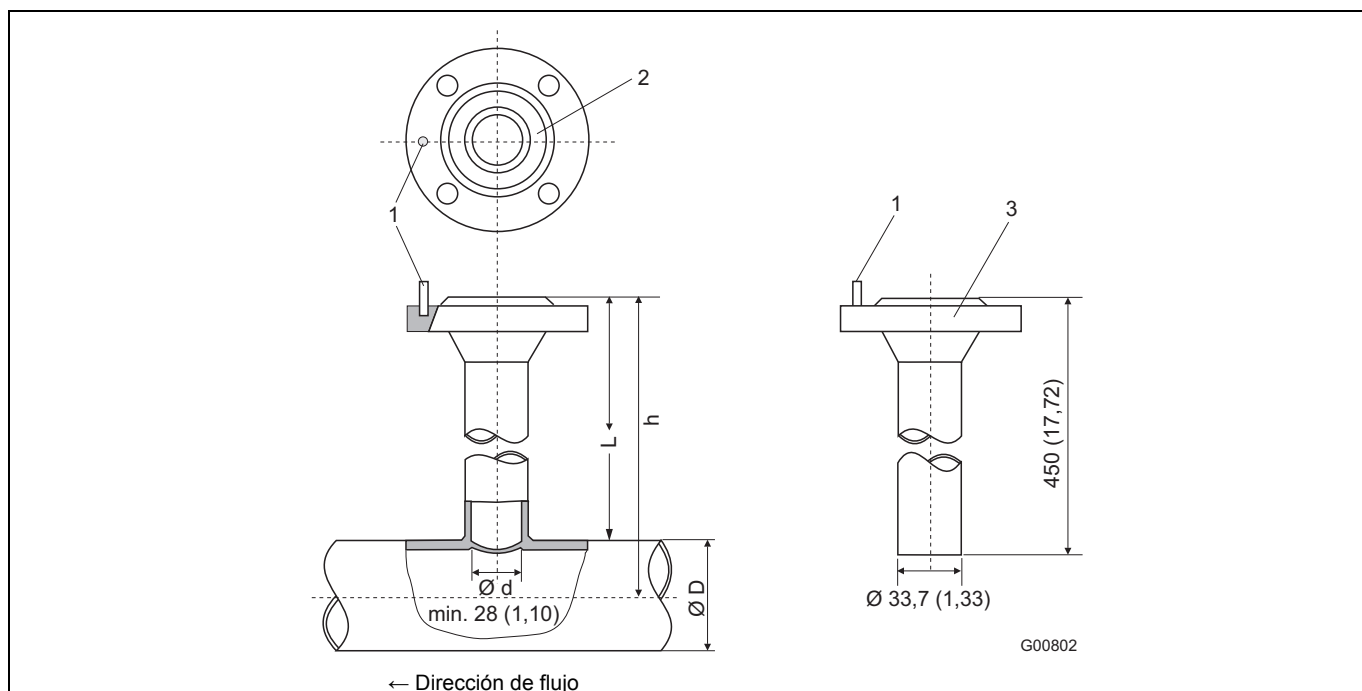
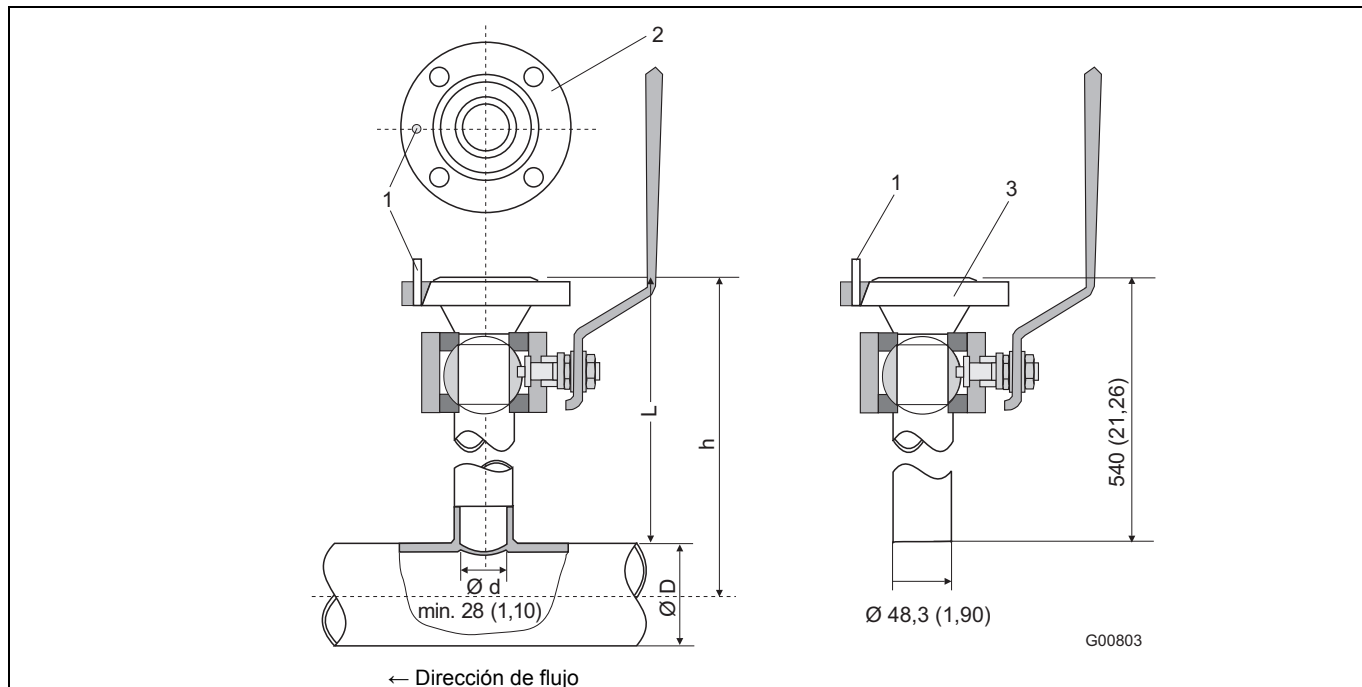

Fig. 7: Medidas en mm (inch)
Fig. 8: Medidas en mm (inch)
- 1 La longitud del adaptador soldado debe ser igual a L después de haber sido soldado (véase la Fig. 7 y la Fig. 8)